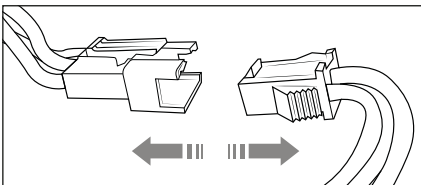

Abb. 14
- 2) Trennen Sie die Steckverbindung des Akkus (siehe Abb. 14) und entfernen Sie diesen aus dem Akkufach.